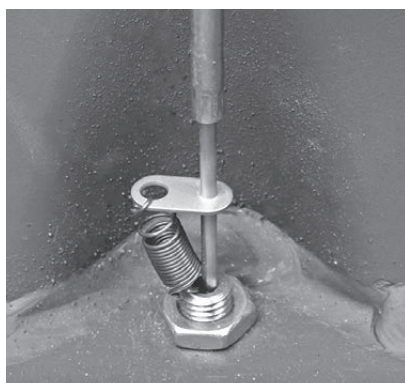
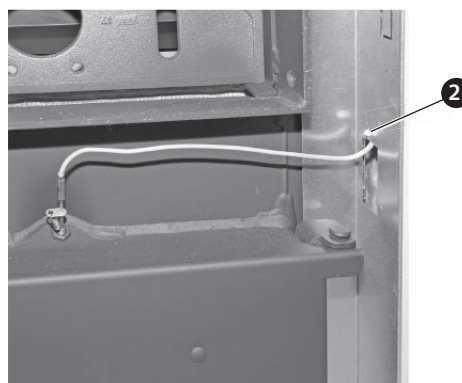

Fig. 51 Fixer la sonde Thermocontrol avec ressort
Fig. 52 Rentrer le câble et le fixer à l'aide d'un serre-câbles
- ▶ Insérer la sonde dans le tube de protection à l'avant via la porte de cendrier et accrocher le ressort – Fig. 51, Fig. 52.
- ▶ Fixer le câble de la sonde Thermocontrol sur la paroi latérale à l'aide du serre-câbles – Fig. 52.